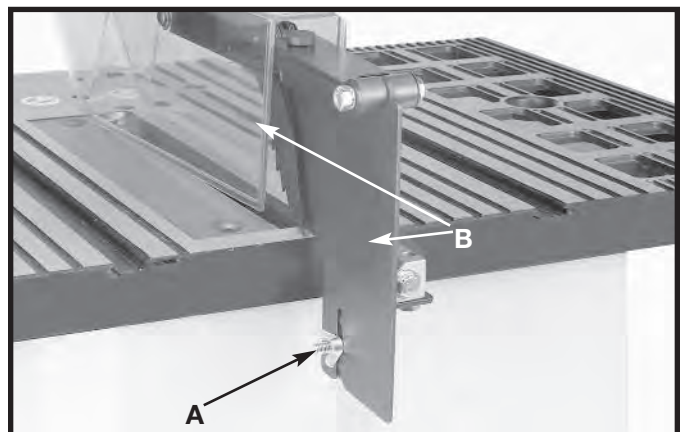

Fig. 44
Antes de realizar las ranuras, afloje la tuerca mariposa (A), Fig. 44, y extraiga el ensamble de la guarda y el separador (B). Mantenga el ensamble a mano para volver a colocarlo luego de cortar la ranura.